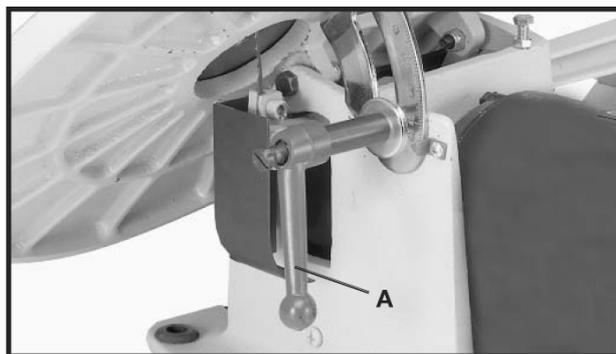

Fig. 29
A bancada de sua serra tico-tico de bancada pode ser inclinada em 45 graus para a esquerda para operações de corte chanfrado. , afrouxando-se o punho de travamento (A) Fig. 29, incline a bancada no ângulo desejado e aperte o punho de travamento (A).